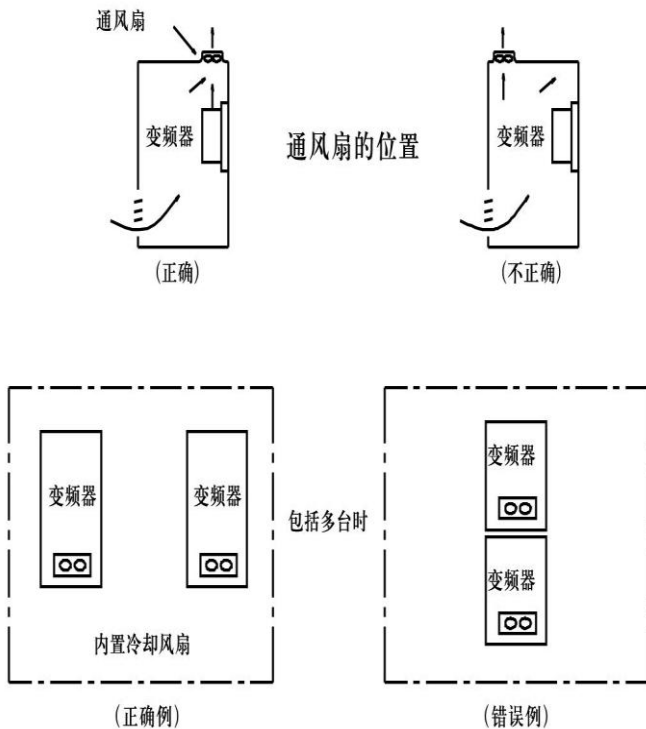

图 1-2 变频器安装在控制柜内示意图
- ◇变频器装在控制柜内，应保证控制柜与外界通风流畅。请垂直安装变频器，便于热量向上散发，不能倒置；若柜内有较多变频器时，为保证变频器的散热空间最好将变频器并排安装；在需要上下安装时，请安装隔热导流板（详见图 1-2）。